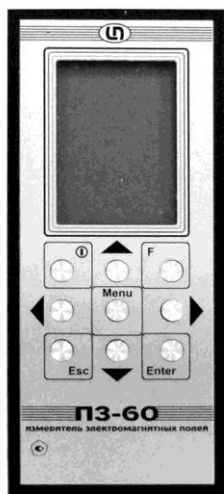

Рисунок 2
8.1.1 На лицевой панели измерителя (рис.2) имеются следующие органы управления и индикации: